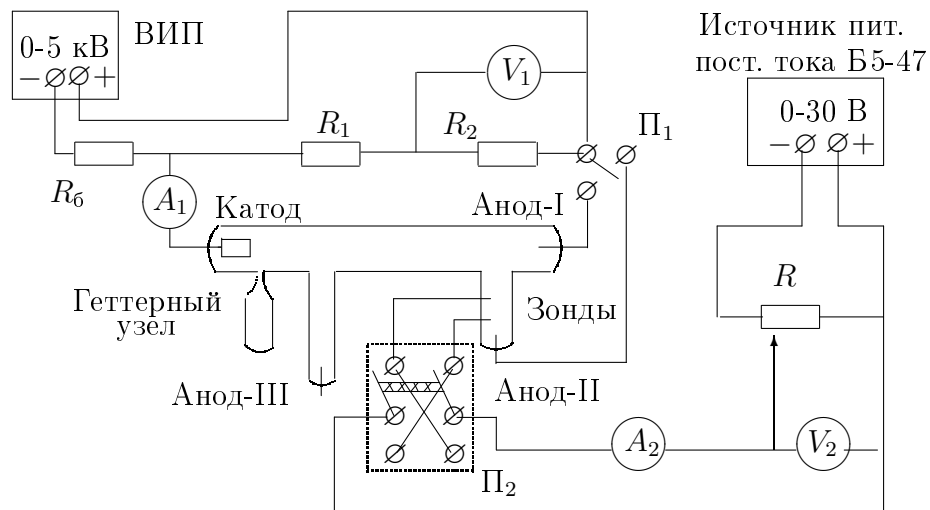

Рис. 1. Схема установки для исследования газового разряда
**Экспериментальная установка.** Схема установки для исследования плазмы газового разряда в неоне представлена на рис. 1. Стеклянная газоразрядная трубка имеет холодный (ненакаливаемый) полый катод, три анода и геттерный узел — стеклянный баллон, на внутреннюю поверхность которого напылена газопоглощающая плёнка (геттер). Трубка наполнена изотопом неона  $^{22}\text{Ne}$  при давлении 2 мм рт. ст. Катод и один из анодов (I или II) с помощью переключателя  $\Pi_1$  подключаются через балластный резистор  $R_6$  ( $\approx 450$  кОм) к регулируемому высоковольтному источнику питания (ВИП) с выходным напряжением до 5-ти кВ.